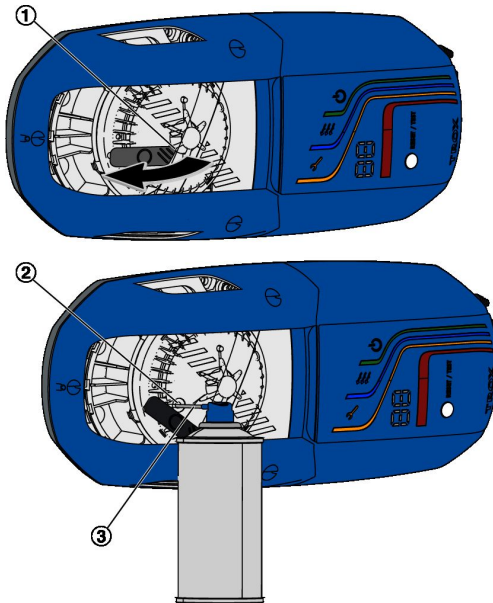

Abb. 21: Funktionsprüfung mit Prüfgas
1. ▶ Öffnung (Abb. 21/2) im Inspektionsdeckel durch Ziehen der Gummilasche (Abb. 21/1) in Pfeilrichtung öffnen.
2. ▶ Sprühröhrchen (Abb. 21/3) in die Öffnung im Inspektionsdeckel einführen und bis an den Rauchmeldekopf heranführen.